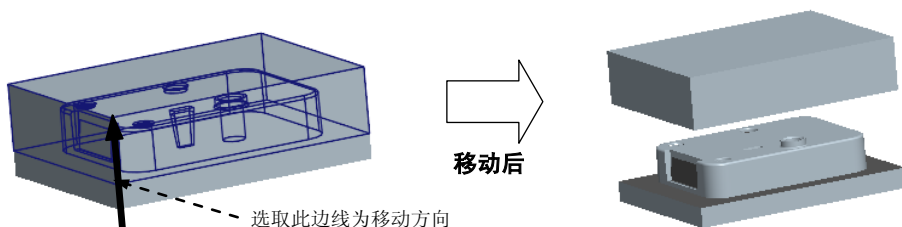

图 20.34 移动上模
- (1) 选择 **模具** 功能选项卡 **分析** ▾ 区域中的  命令，系统弹出“模具开模”菜单管理器。
- (2) 在系统弹出的 **▼ MOLD OPEN (模具开模)** 菜单中选择 **Define Step (定义步骤)** 命令，在系统弹出的 **▼ DEFINE STEP (定义步骤)** 菜单中选择 **Define Move (定义移动)** 命令。
- (3) 选取要移动的模具元件。在系统  为迁移号码1 选择构件。的提示下，选取上模，在“选择”对话框中单击 **确定** 按钮。
- (4) 在系统  通过选择边、轴或面选择分解方向。的提示下，选取图 20.34 所示的边线为移动方向，然后在系统 输入沿指定方向的位移 的提示下，输入要移动的距离值 80，并按 Enter 键。
- (5) 在 **▼ DEFINE STEP (定义步骤)** 菜单中单击 **Done (完成)** 按钮。移出后的状态如图 20.34 所示。